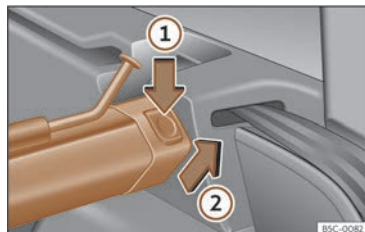

Fig. 133 Al maleter: desmuntar la xarxa de separació.
- Premeu la tecla de desbloqueig esquerra o dreta >>> **fig. 133** en el sentit de la fletxa ①.
- Traieu la carcassa del suport en el sentit de la fletxa >>> **fig. 133** ②.
- Premeu la carcassa en els suports esquerre i dret en el sentit contrari al de la fletxa >>> **fig. 133** ② fins que encaixi.